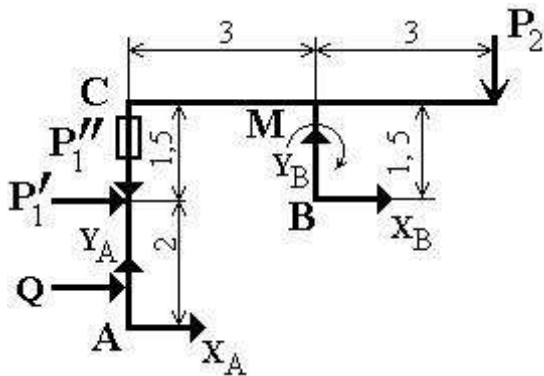

Рис. 13
2) Расчетная схема при соединении частей конструкции в точке С скользящей заделкой, показанной на рис. 13.